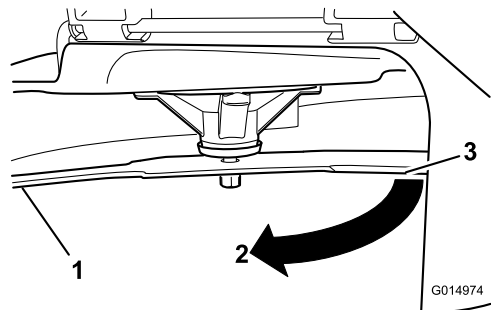

**Figura 57**
2. Usando luvas almofadadas ou outra proteção adequada para as mãos, rode lentamente lâmina para uma posição que lhe permita uma medição da distância entre a extremidade de corte e a superfície nivelada onde a máquina está (Figura 57).